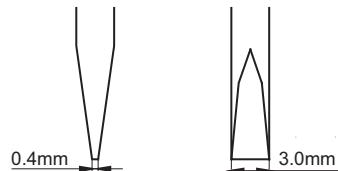

图2
接线时，请使用如图2所示的螺丝刀。
- 导线螺丝刀的插入位置及螺丝刀插入方向如图2所示。
将继电器插座防脱卡簧呈现于打开状态(详见图1)，将继电器对准插座主体型腔(详见图2)。然后逆时针扳动防脱卡扣，同时轻轻下压继电器，直至继电器完全装入插座(详见图3)。
(图2)